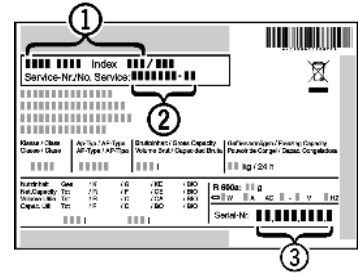

Fig. 15
- ▶ Prietaiso pavadinimas Fig. 15 (1), techninio aptarnavimo Nr. Fig. 15 (2) ir serijos Nr. Fig. 15 (3) užrašyti duomenų skydelyje. Duomenų skydelis yra prietaiso viduje, kairiajame šone.
- ▶ Susiekite su techninio aptarnavimo skyriumi ir praneškite apie gedimą, taip pat pasakykite prietaiso pavadinimą Fig. 15 (1), techninio aptarnavimo Nr. Fig. 15 (2) ir serijos Nr. Fig. 15 (3).